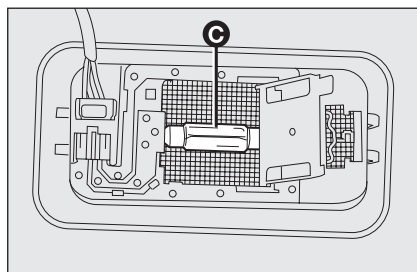

fig. 42
□ sustituya la lámpara **C-fig. 42** soltándola de los contactos laterales, introduzca la lámpara nueva comprobando que la misma, esté bloqueada correctamente entre los mismos contactos;